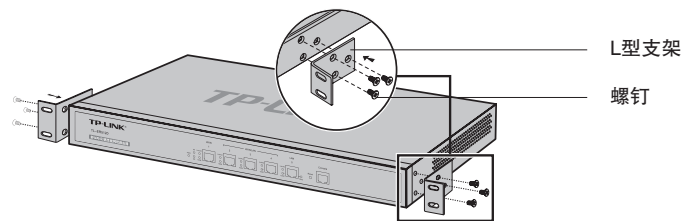

图2-2 支架安装示意图
2. 将配件中的两个L型支架分别安装在路由器面板的两侧，并用配件中提供的螺钉固定，如图2-2所示；